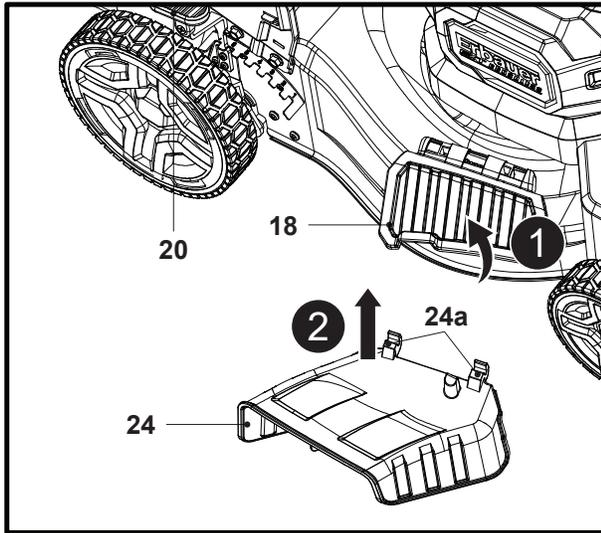

Fig. 16
1. Placer le levier de réglage de la hauteur de coupe (20) au-dessus de la deuxième position la plus basse.
2. Faire tourner le déflecteur latéral (18) vers le moteur et le maintenir dans cette position (Fig. 16, étape 1).
3. Aligner et placer les crochets (24a) du dispositif d'éjection latérale (24) sur les tiges (Fig. 16, étape 2).